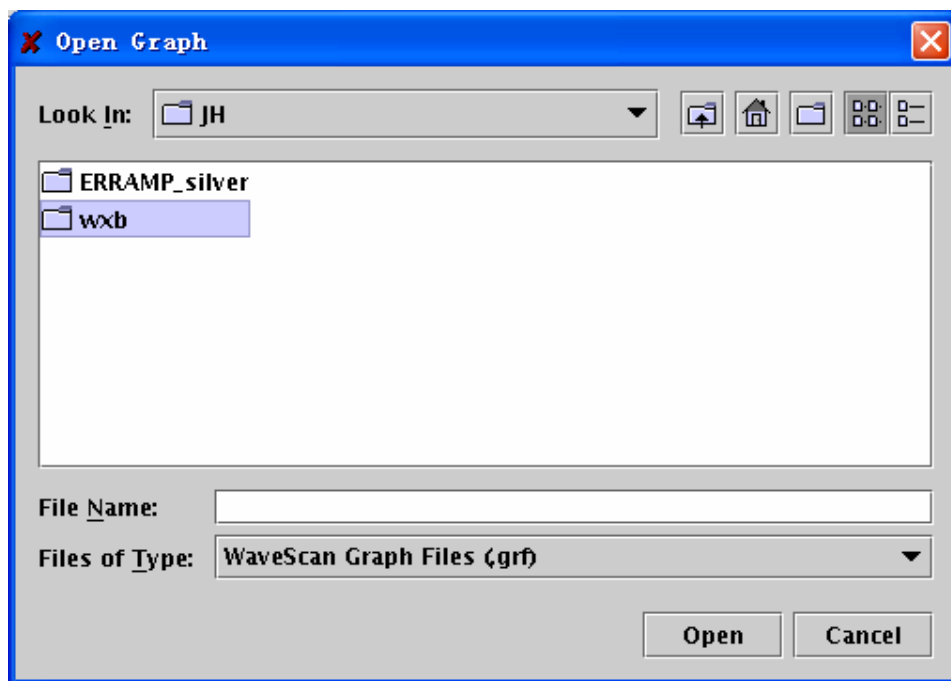

图 12.40 打开保存的图表文件
- 1) 在“Results Browser”中选择“File”→“Open Graph”→“Open Graph as Plot”。此时将会弹出“Open Graph”对话框。如图 12.40 所示。